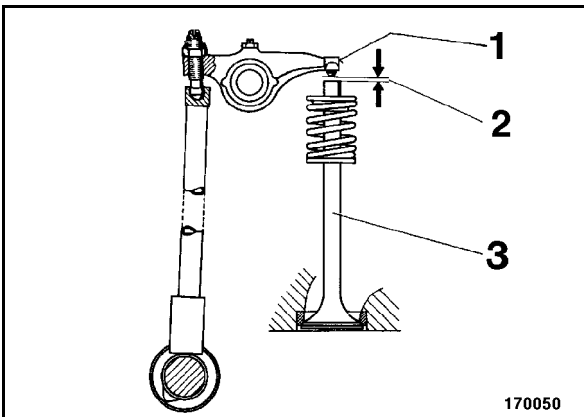

Fig. 155
- Controlar el juego de válvulas 2 (Fig. 155) entre la leva del balancín (1) y válvula (3) con una galga de espesores.